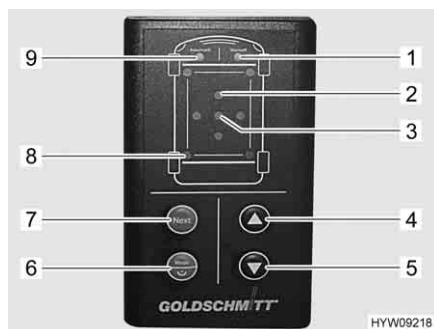

Fig. 37 Elemento di comando (piedini di stazionamento idraulici)
Quando la pendenza del veicolo è troppo elevata, il LED rosso "Inclinazione" (Fig. 37,2) lampeggia. Scegliere posizioni di sosta idonee; qualora non siano adatte, l'utilizzo dei piedini di stazionamento è a proprio rischio e pericolo.
Se a causa di un avvallamento del terreno viene raggiunta la lunghezza massima di uno dei piedini di stazionamento estratti, i LED "Funzionamento manuale" (Fig. 37,1) e "Modalità automatica" (Fig. 37,9) lampeggiano tre volte. In tal caso, chiudere i piedini di stazionamento, posizionare un supporto sotto il piedino interessato e ripetere la procedura.
- Tenere premuto per più di 1 secondo il tasto "On/Off/modalità di funzionamento" (Fig. 37,6). Dopo l'accensione, viene emesso un segnale acustico e il LED "Modalità automatica" (Fig. 37,9) si attiva.
- Premere brevemente il tasto "On/Off/modalità di funzionamento" (Fig. 37,6). La modalità di funzionamento può essere impostata su funzionamento manuale o modalità automatica. Il LED corrispondente (Fig. 37,1 o Fig. 37,9) si illumina.
- Premere il tasto "Apertura" (Fig. 37,5). La procedura di regolazione viene eseguita autonomamente. I LED "Piedino di stazionamento" (Fig. 37,8) lampeggiano quando i piedini di stazionamento sono in movimento. Se il veicolo è dotato di puntelli ribaltabili: Il movimento dei piedini di stazionamento si arresta dopo che questi sono stati ribaltati per consentire di posizionare sotto un supporto. Il LED "Modalità automatica" (Fig. 37,9) lampeggia rapidamente.
- Premere di nuovo il tasto "Apertura" (Fig. 37,5). La procedura di regolazione prosegue.
- Premere il tasto "Chiusura" (Fig. 37,4). I piedini di stazionamento si ritraggono completamente. I LED "Piedino di stazionamento" (Fig. 37,8) lampeggiano quando i piedini di stazionamento sono in movimento.
- In modalità automatica, premere brevemente il tasto "On/Off/modalità di funzionamento" (Fig. 37,6). Il LED "Funzionamento manuale" (Fig. 37,1) si illumina.
- Prestare attenzione ai LED "Inclinazione" (Fig. 37,2). Se un LED è illuminato, significa che il veicolo deve essere sollevato in corrispondenza del lato indicato.
- Premere il tasto "Next" (Fig. 37,7) fino a quando viene selezionato il paio di piedini di stazionamento desiderato. I relativi LED "Piedino di stazionamento" (Fig. 37,8) si illuminano.
- Premere il tasto "Chiusura" (Fig. 37,4) o "Apertura" (Fig. 37,5) fino al raggiungimento della posizione desiderata.
- Premere di nuovo il tasto "Next" (Fig. 37,7) fino a quando viene selezionato un altro paio di piedini di stazionamento. Proseguire con la procedura fino al completo allineamento del veicolo. Il veicolo è allineato quando il LED verde "Posizione ok" (Fig. 37,3) si illumina.
- Premere contemporaneamente i tasti "On/Off/modalità di funzionamento" (Fig. 37,6), "Apertura" (Fig. 37,5) e "Chiusura" (Fig. 37,4) e tenerli premuti per 3 secondi.
- Dopo la conferma acustica e l'illuminazione del LED "Posizione ok" (Fig. 37,3), rilasciare i tasti. La posizione viene salvata come Posizione ok.